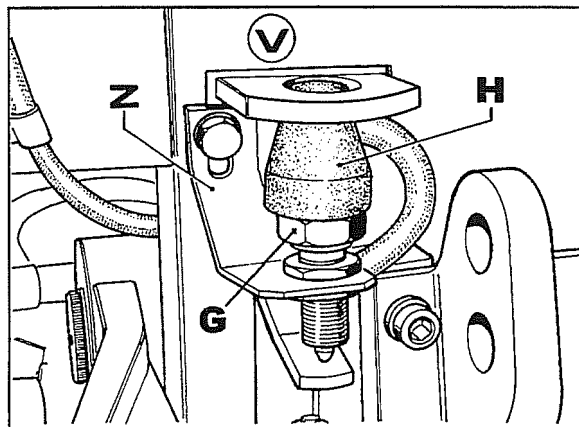

Fig. 36
4. Montar novamente a protecção **V** fig.36 oportunamente cortada para consentir a montagem e o movimento em trabalho do interruptor e relativo mecanismo (ver fig.36).
Montar o suporte interruptor **Z** e o interruptor **G** com a cablagem **H** fig.36, prestando atenção para ligar os cabos às fichas de cablagem acompanhadas pelas patilhas de plástico. Enfiar a cablagem pela direita do interruptor debaixo do suporte do assento, e chegar à caixa suporte comando levanta/baixa.